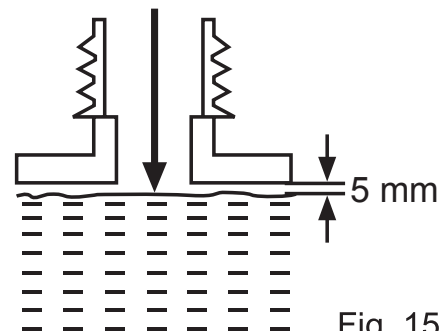

Fig. 15
- > Utilice un embudo apropiado con un filtro para evitar que los residuos entren en el depósito y que se derramen y se llenen excesivamente. No sobrellene y deje aproximadamente 5 mm de espacio en el borde inferior para permitir que el lubricante se expanda (Fig. 15).
- > Limpie el aceite derramado con un paño suave y vuelva a colocar la tapa del depósito de aceite de cadenas (30). Apriete bien la tapa (30) con la llave combinada (32).